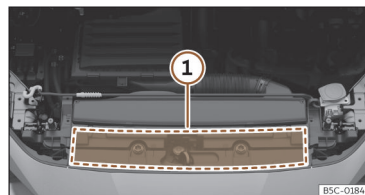

Fig. 202 No compartimento do motor: zona de localização da etiqueta de óleo do motor
tor >>> **Fig. 202 ①**. Se utilizar o óleo do motor recomendado, é possível corrigir o nível do enchimento tantas vezes quantas forem necessárias.